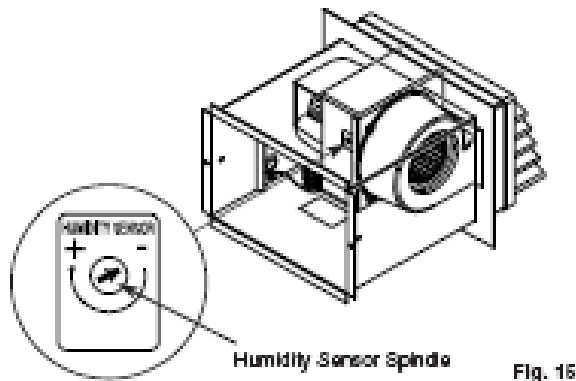

Fig. 15
4. A páratartalmat potméterrel állíthatjuk, mely a motor ház elején található. Fig.15.